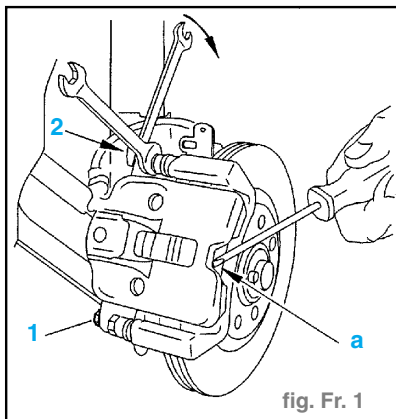
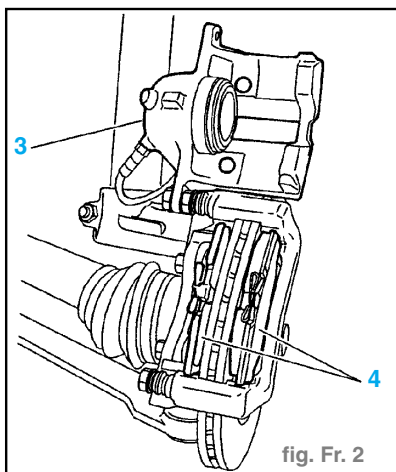

fig. Fr. 1
fig. Fr. 2
- Repousser le piston (faire levier en **a**). (fig. Fr. 1)
- Déposer la vis (1).
- Desserrer la vis (2).
- Basculer l'étrier de frein (3). (fig. Fr. 2)
- Déposer les plaquettes de frein (4).